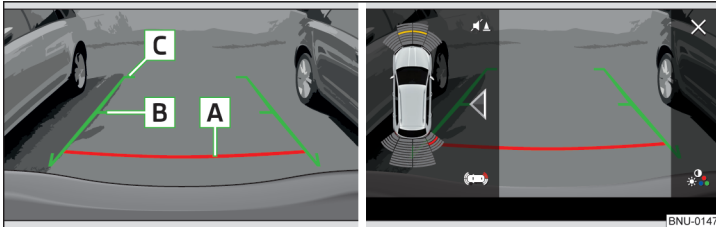

Abb. 262 Infotainmentbildschirm: Orientierungslinien / Funktionsflächen
**Abstand der Orientierungslinien hinter dem Fahrzeug** » Abb. 262
**Funktionsflächen** » Abb. 262